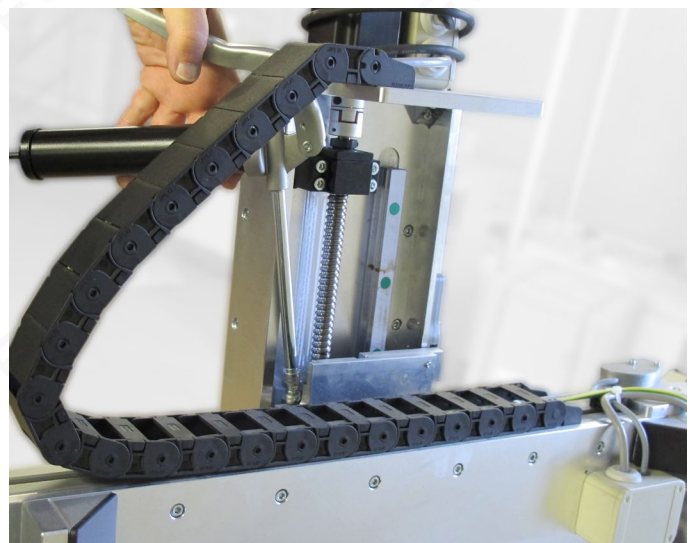

Bild 49: Abschmieren Spindelmutter Z-Achse
- Schmieren Sie die Z-Spindelmutter ab, wie in Bild 49 gezeigt.